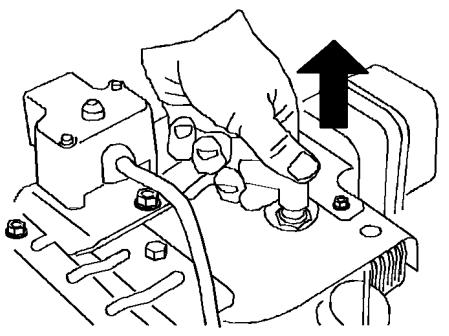

Figura 33
- Staccate il cappellotto dalla candela (Figura 33).